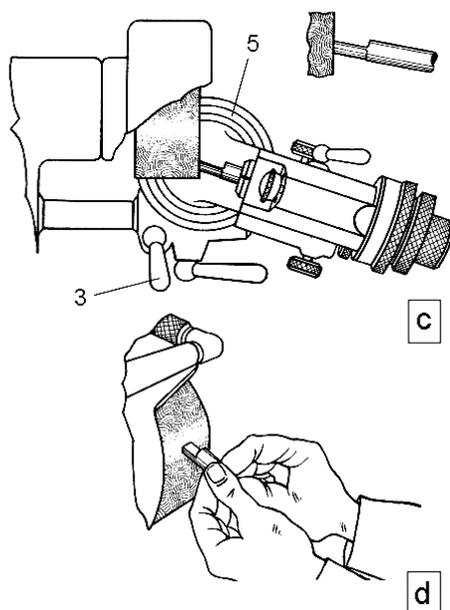

Bild 7-7: Hinterschleifen der Stirnschneide in der abgeflachten Form
Das Schleifen der Stirnschneide (Bild 7-7 Abb.a) kann in unmittelbarem Anschluß an das Schleifen der Seitenschneide vorgenommen werden oder kann unabhängig davon erfolgen. Im letzten Fall ist der neu einzuspannende Frässtichel mit dem Einstellfinger (Bild 4-1 Pos.11) auszurichten und festzuziehen. Dieses Ausrichten ist bei jedem Einspannen eines Frässtichels notwendig, da die Schnittwinkel von der geschliffenen Brustfläche gebildet werden. Der einzustellende Schnittwinkel ist je nach Werkstoff aus der Tabelle 7-1 bei Kapitel 7.2.3 zu entnehmen.
2. Knebel (Bild 7-7 Pos.4) lösen und den Schwenkarm auf Teilung (Bild 7-7 Pos.2) auf etwa  $3^\circ$  abschwenken. Knebel (Bild 7-7 Pos.4) wieder festziehen.
3. Die Knebel (Bild 4-1 Pos.7 und Bild 7-7 Pos.1) lösen. Teilungsring (Bild 7-7 Pos.5) am Knopf gegen den Anschlag halten und den Schwenkarm von der  $90^\circ$ -Stellung aus auf den gewünschten Schnittwinkel, z.B. bei  $15^\circ$  auf  $75^\circ$  einstellen (Bild 7-7 Abb. b, d). Die Knebel (Bild 4-1 Pos.7 und Bild 7-7 Pos.1) wieder festziehen.
4. Knebel (Bild 4-1 Pos.8) klemmen und Knebel (Bild 7-7 Pos.3) lösen. Den Teilkopfträger auf der Rohrführung verschieben und die Stirnfläche des Frässtichels in Berührung mit der Stirnseite des Schleifkörpers bringen. Den Markierungspunkt des Senkrechtschwenklagers auf ungefähr gleiche Höhe wie den Markierungspunkt der Rohrführung einstellen und den Knebel (Bild 7-7 Pos.3) klemmen. Knebel (Bild 4-1 Pos.8) lösen.
Die seitliche Feinzustellung des Teilkopfes zum Schleifkörper sowie die Einstellung der jeweils abzunehmenden Spanstärke erfolgt mit der Schraube (Bild 4-1 Pos.15). Das Anschleifen der Stirnfläche kann auch von Hand am Mantel des Schleifkörpers erfolgen, wenn dabei die erforderlichen Schnittwinkel eingehalten werden (Bild 7-7 Abb. d).